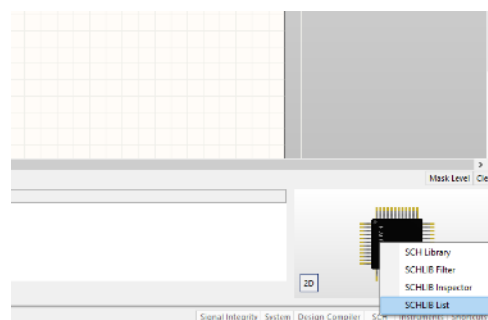

Рис.3. Виклик панелі SCHLIB list
5. Під час створення компонентів (особливо для мікросхем з великою кількістю виводів) для спрощення нумерації використовують панель SCHLIB list (Рис.3). Викликаємо її.